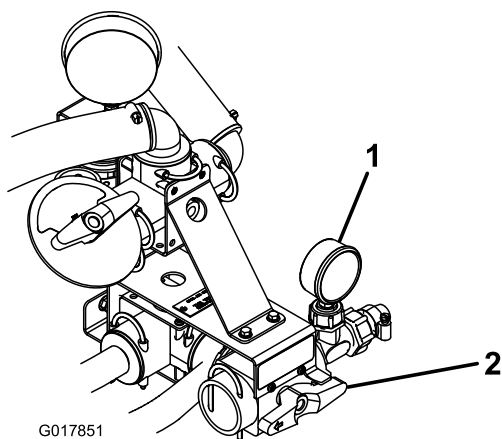

Figura 21
3. Gire el pomo rojo de la cara de la válvula de control a la posición de Pulverización Manual (Figura 21).
**Nota:** Utilice el manómetro situado a la derecha de la válvula de control mientras gira el pomo rojo para obtener el nivel deseado de presión en pulverizador manual (Figura 21).